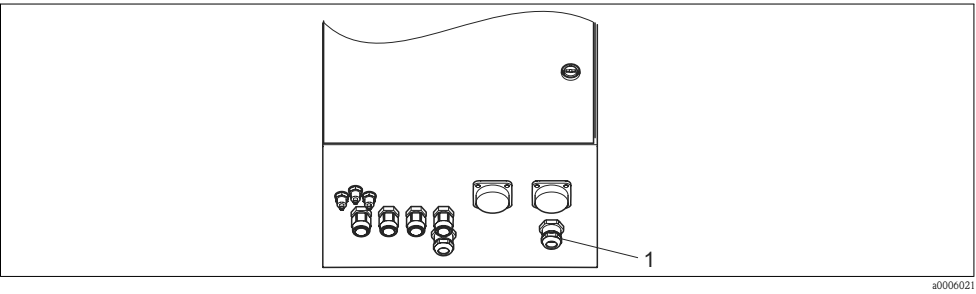

Fig. 22 : Traversée du câble de la sonde de niveau
1. Passez les câbles des sondes de niveau pour les solutions tampon et les solutions de nettoyage par un presse-étoupe triple derrière le faisceau multiflexible (voir Fig. 22).